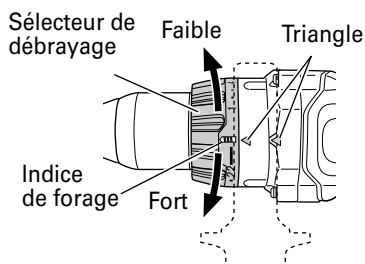

Fig. 10
7. Vérification de la position du sélecteur de débrayage (Voir Fig. 10).
- (2) Indication du couple de serrage (Voir la Fig. 10, 12)
- (3) Réglage du couple de serrage (Voir Fig. 10, 12)